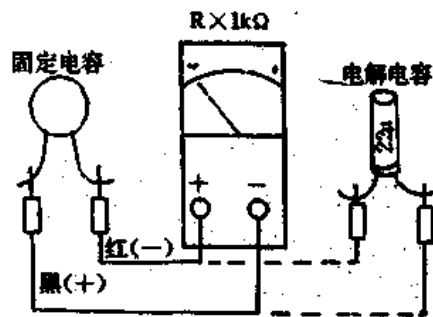

图 2-7
(1)容量、性能的判断:如图 2-7 所示,根据容量大小选好档位,注意,此时万用表既是电容器的充电电源又是电容器充放电的监视器。当将两表笔与电容器两电极相接触时,指针先向右边偏转一个角度(表示表内电池对电容器充电),然后很快向左边返回到∞位置(表示对电容器充电完毕,所以电容器的电阻逐渐变大)。交换表笔再接触碰电极一下,指针仍向右摆动一下后复原,并且这一次向右摆动的幅度应比前一次大(因电容器上原已充有电,交换表笔后便改变了充电电源的极性,电容器要先放电后充电,所以指针偏转角度较前次大)。